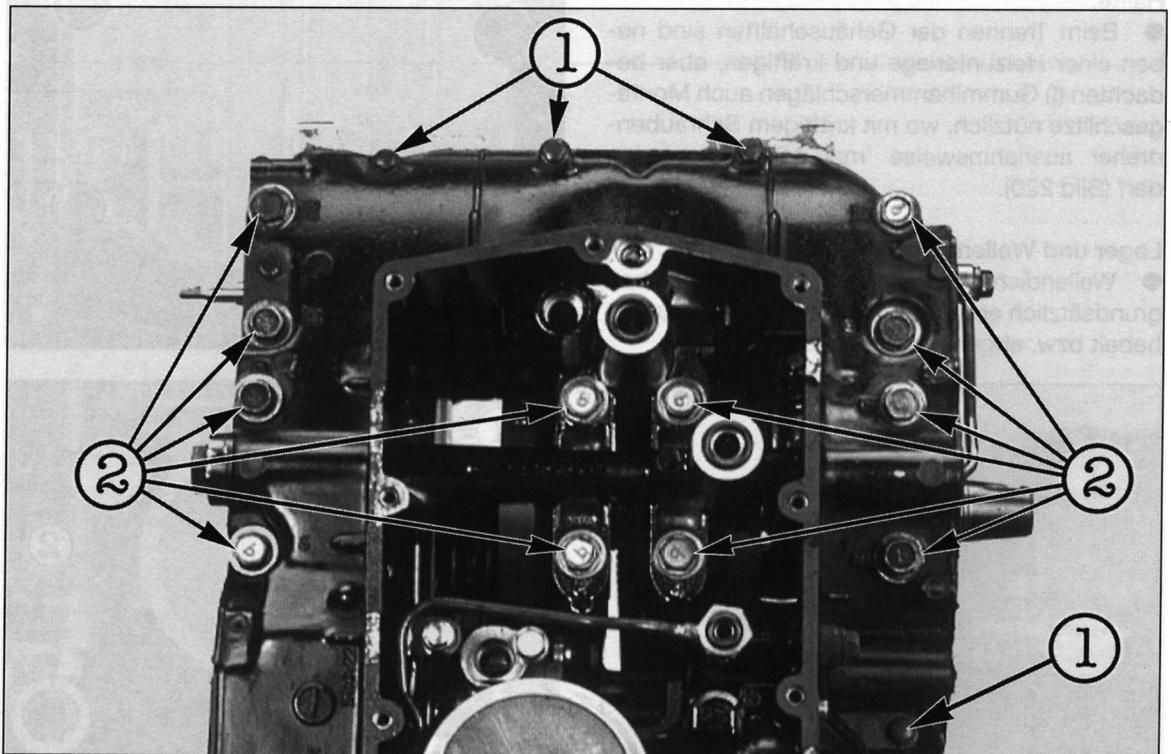

Bild 219
- An Gehäuse-Unterseite zuerst drei 6 mm-Gehäuseschrauben ausdrehen, dann zwölf 8 mm-Gehäuseschrauben entgegen der in Bild 223 angegebenen Anzugsreihenfolge erst 1/4 Umdrehung lösen, dann ganz ausdrehen (Bild 219).